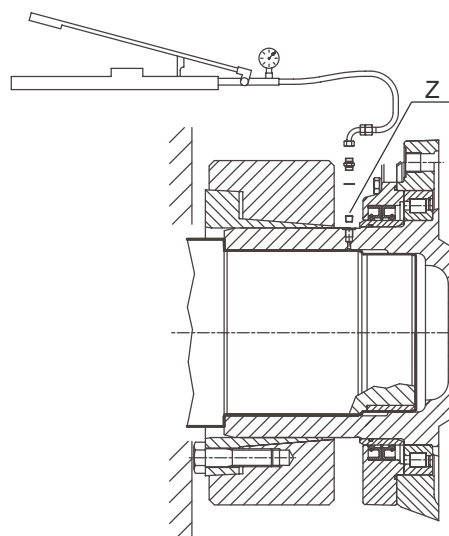

Fig. 4
- Mit einem Stiftdreher und einem Hammer einen der beiden Stifte "A" (Abb. 4) aus seinem Sitz zwingen, die beiden Federn "B" entfernen und dann auch den anderen Stift abnehmen.
- Die Kupplung axial verschieben, um den Stopfen "Z" (siehe Abb. 4) freisetzen und entfernen zu können; die Bohrung $1/8"$ G benutzen, die das Einfüllen von Öl unter Druck (max. 1000 bar) gestattet, um den Ausbau des Getriebes von der Maschinenwelle zu erleichtern.